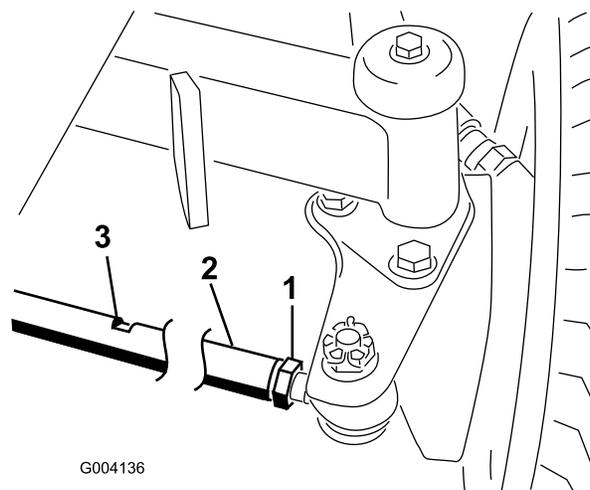

Figura 65
2. Allentate il controdado da ciascun lato del tirante (Figura 65).